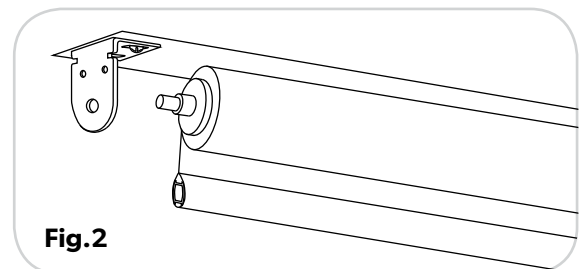

Fig.2
- A.** Placez ensuite le store de manière à ce que le côté du store à enroulement qui comporte la roue de tension se trouve à droite. (**Fig. 2**)
- A.** Luego, coloque la persiana de manera que la rueda de tensión lateral de la persiana en rollo esté a la derecha. (**Fig. 2**)